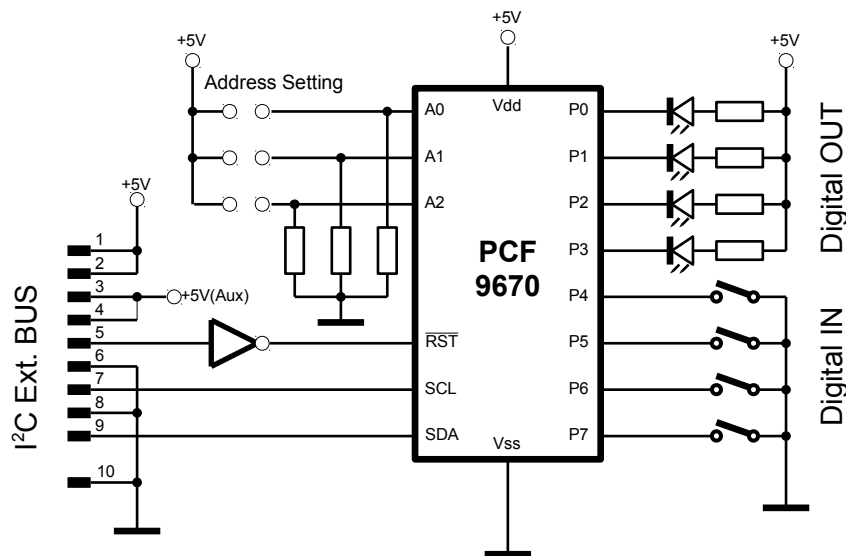

Fig. 8: Schema di principio scheda I/O con PIO I2C
1. Utilizzare un PIO I2C di mercato (vedi Fig. 8) e gestire l'accesso alla periferica utilizzando la funzione SysI2CWrRd.